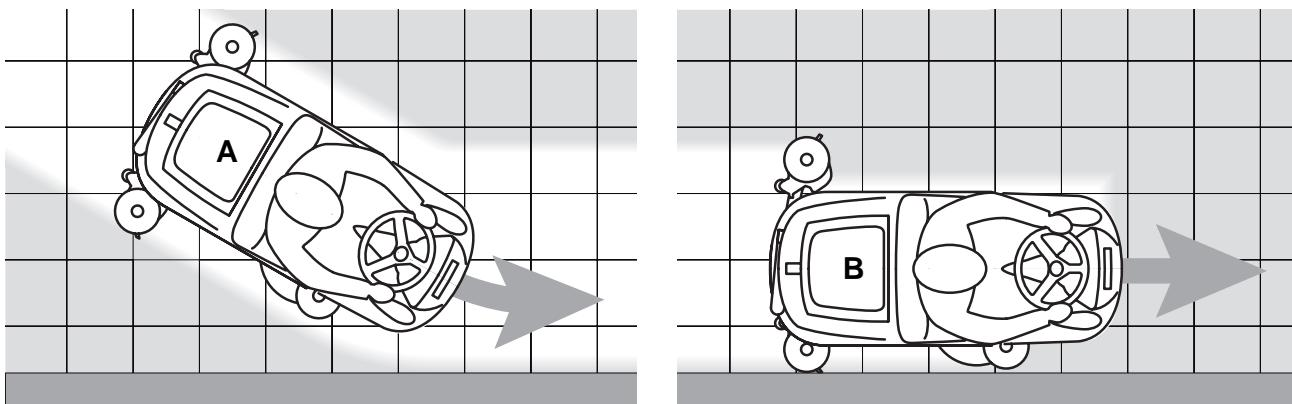

Figura 4
3. Si necesario, para reducir el ruido, activar la modalidad silenciosa pulsando el interruptor (55).
*Para un correcto lavado/secamiento de los suelos en los bordes de las paredes, Clarke sugiere acercarse con el lado derecho de la máquina como indicado en la figura 4.*